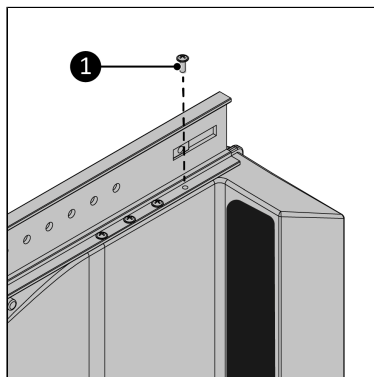

Figura 70.
6. Înșurubați șina principală la ieșire folosind cele opt șuruburi de 3,5 x 12 mm (Figura 70, nt. 1). Asigurați-vă că toate găurile șuruburilor se potrivesc.